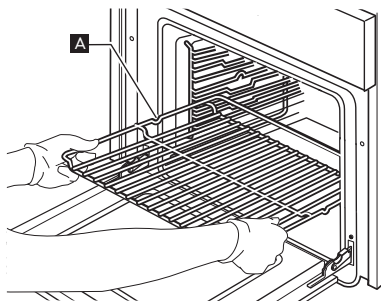

Рис. 1
1. Установите решетку горизонтально, приподнятой частью "А" вверх (Рис. 1).